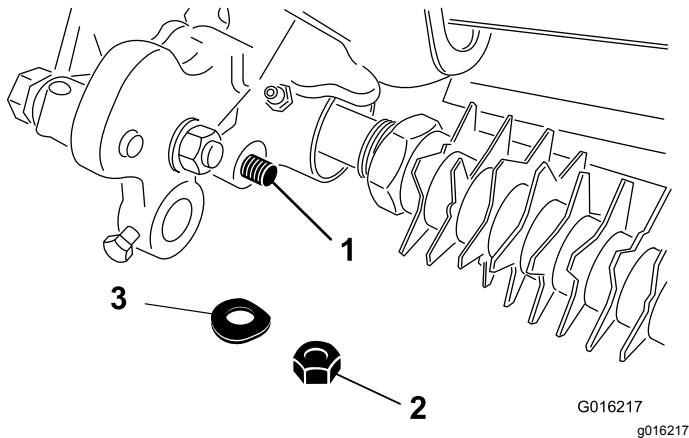

Figura 14
3. Sujete el extremo de la varilla del brazo de ajuste al conjunto de transmisión del groomer con la arandela y la contratuerca que retiró anteriormente (Figura 14).
8. Sujete el extremo de la varilla del conjunto del brazo de ajuste al conjunto de transmisión del groomer con una arandela y una contratuerca (Figura 14).